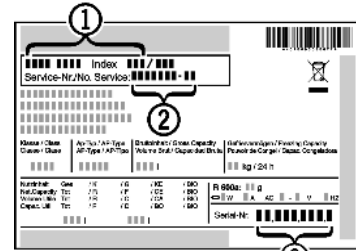

Fig. 39
- ▶ Считать обозначение устройства *Fig. 39 (1)*, сервисный номер *Fig. 39 (2)* и серийный номер *Fig. 39 (3)* с заводской таблички. Заводская табличка находится внутри устройства слева.